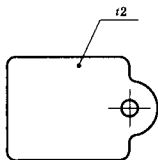

图 29 板状零件厚度的简化注法
5.6 标注板状零件的厚度时,可在尺寸数字前加符号“ t ”(图 29)。